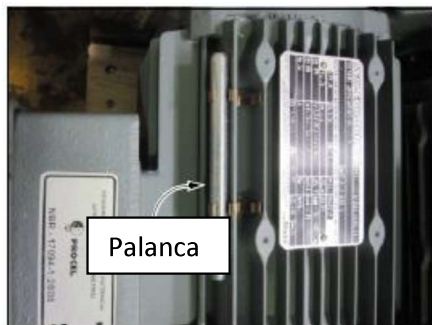

Figura 72
1. Utilice la palanca que se encuentra en la carcasa del motor (vea la figura 72).